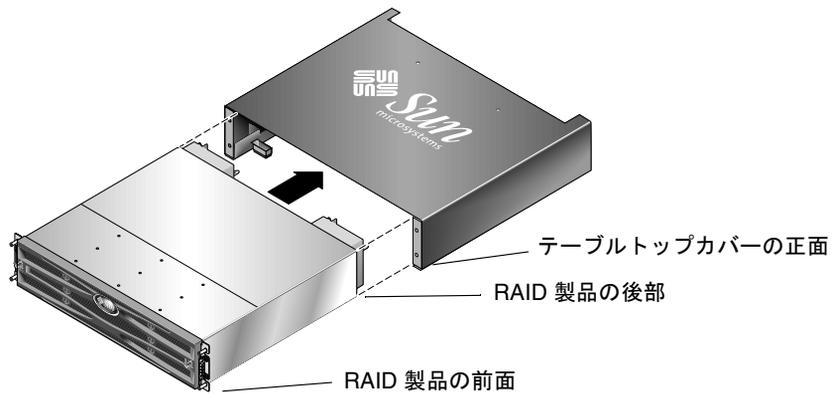

図 2-6 シャーシをテーブルトップカバーに差し込む場合
5. アレイの前面とテーブルトップカバーの前部が揃うようになるまで、アレイの後部をテーブルトップカバーの前面に差し込みます（図 2-6 を参照）。